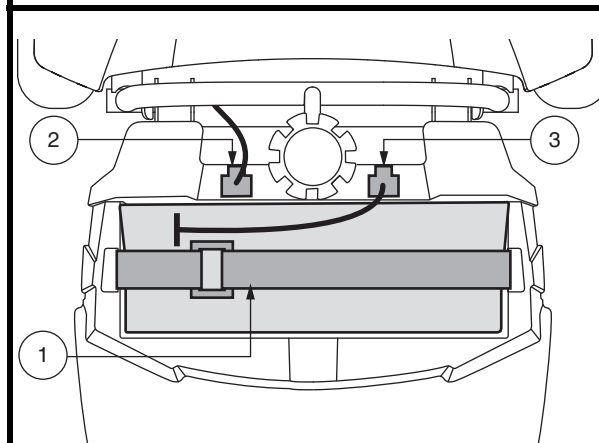

Figura 16. Fascetta di fissaggio delle batterie
1. Scollegare il cavo della batteria e rimuovere il pacco batteria da Travel Scooter. Vedere figura 16.
2. Scollegare le cinghie della batteria e la fascetta di fissaggio, quindi rimuovere la batteria dal miniscoter. Vedere figura 16.